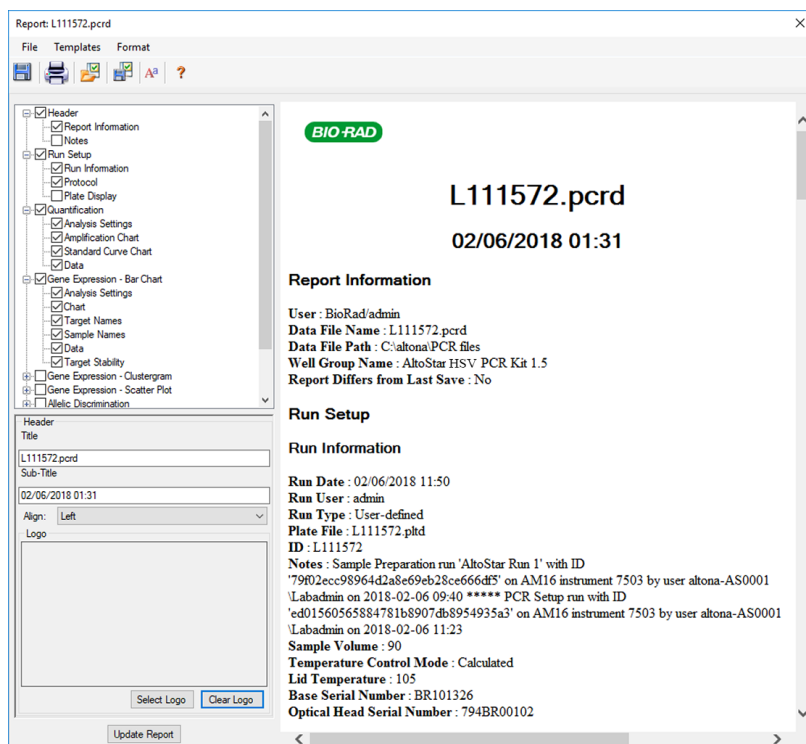

Figura 46: Cuadro de diálogo Report (informe): exportación de los resultados como informe
4. En la barra de menú de la ventana **Data Analysis** (análisis de datos), haga clic en **Tools** → **Reports...** (herramientas → informes...) para abrir el cuadro de diálogo **Report** (informe) (consulte la Figura 46).